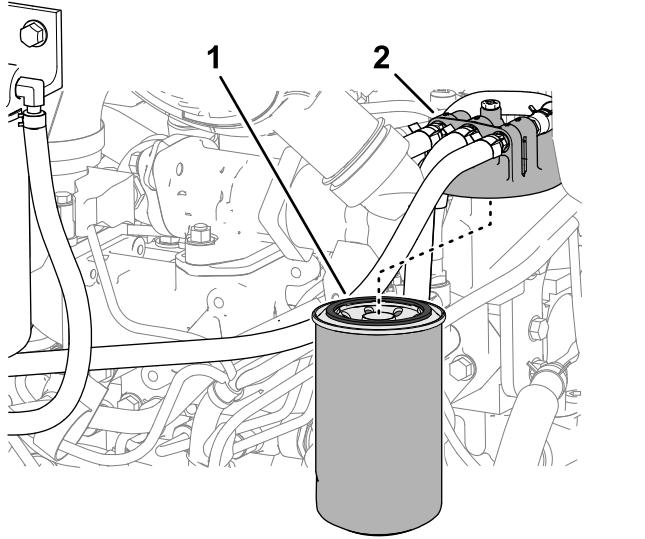

Bild 130
3. Reinigen Sie den Bereich um den Kraftstofffilterkopf (Bild 130).
4. Entfernen Sie den Filter und reinigen Sie die Befestigungsfläche des Filterkopfes (Bild 130).